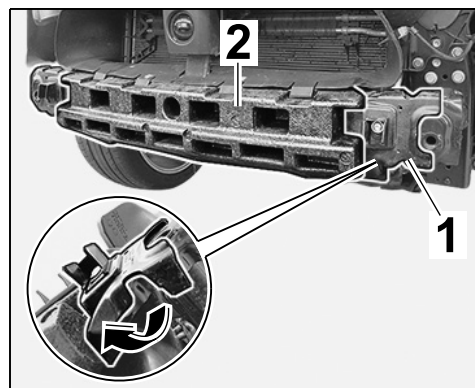

Рис. 13
- 6.6 Переставить пенопластовую полосу ⇒ *Рис. 13 -2-*.
- 6.6.1 Потянуть фиксатор ⇒ *Рис. 13 -1-* вниз ⇒ *Рис. 13 -стрелка-* и снять держатель движением вперед.